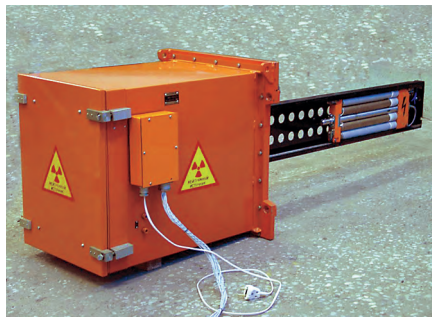

Рис. 1. Датчик комплекса ВСН-7652М
- 1) измеряемое вещество облучается потоком быстрых нейтронов от источника, входящего в состав первичного преобразователя (датчика — рис. 1) влагомера;
Нейтронный ИВК состоит из двух основных частей: датчика влажности кокса ДВК-7652М (рис. 1) и блока обработки информации БОИ-7652М. Структурная схема БОИ-7652М приведена на рис. 6. Датчик ДВК-7652М устанавливается на вертикальных или наклонных стенках бункерных весов кокса (технологических емкостей) в соответствии со схемами установки по ГОСТ 8.530-85. Датчик выполнен в виде защищенного износостойким сменным кожухом погружного 2П-зонда с размещенными в нем электронно-фи-